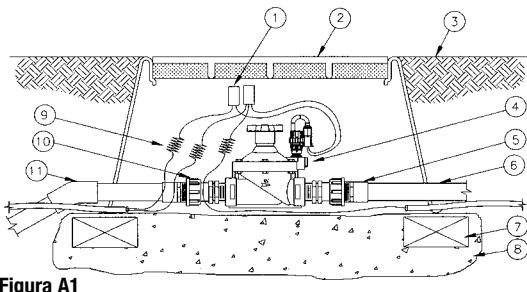

Figura A1
7. Empate los alambres vivos del accionamiento por selenoide (rojos) a uno de los alambres de campo con código de color. Empate el alambre blanco (común) del accionamiento por selenoide al alambre de entrada de color blanco. Utilice dos conectores convencionales resistentes al agua para empates secos. Deje los alambres algo flojos en cada lado, de modo que se puedan realizar reparaciones fácilmente si fuera necesario. Asegúrese de no exceder las recomendaciones con respecto a la distancia máxima de alambre (Vea la Figura A1 a continuación).